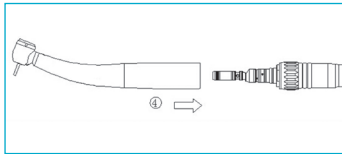

Fig. 6-2
- Aperte a tampa roscada do tubo da turbina com a chave (fornecida com o dispositivo médico) (Fig. 6-2 ②③).
- Monte o dispositivo médico com precisão no acoplamento LED até que este fique bloqueado no dispositivo médico emitindo um ruído (Fig. 6-2④).